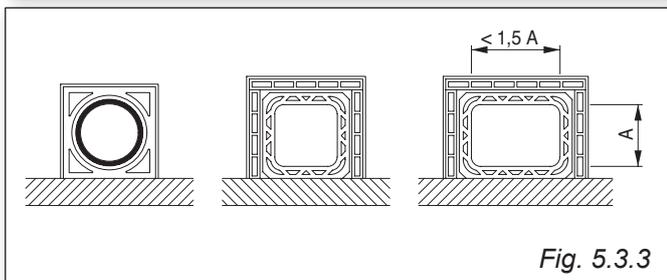
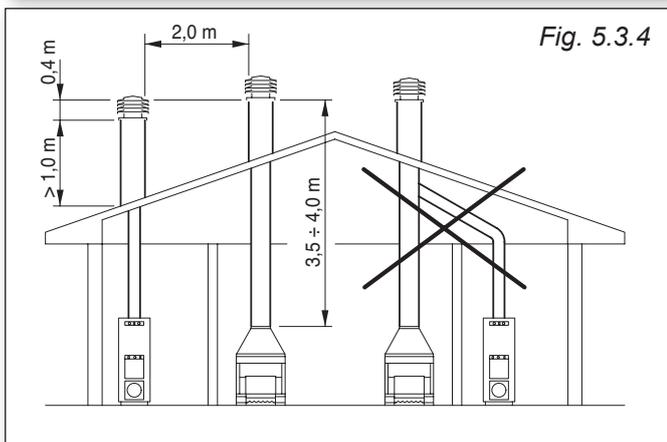

Fig. 5.3.3
Fig. 5.3.4
- Le dimensioni della canna fumaria dovranno essere conformi a quanto riportato nella scheda tecnica. È consigliabile l'uso di canne fumarie coibentate in refrattario o in acciaio inox di sezione circolare, con pareti interne a superficie liscia (Fig. 5.3.3). La sezione della canna fumaria dovrà mantenersi costante per tutta la sua altezza. Si consiglia un'altezza minima di 3,5÷4 m (vedi Fig.5.3.4) in funzione del diametro (vedi caratteristiche tecniche). È opportuno prevedere, sotto l'imbocco del canale da fumo, una camera di raccolta per materiali solidi ed eventuali condense. Le caratteristiche della canna fumaria devono essere conformi a quanto prescritto dalle norme UNI 9615, 9731 e UNI 10683. Canne fumarie FATISCENTI, costruite con materiale non idoneo (fibrocemento, acciaio zincato, ecc... con superficie interna ruvida e porosa) sono fuorilegge e pregiudicano il buon funzionamento del caminetto.
- Per evitare inconvenienti nel tiraggio, ogni Palex dovrà avere una propria canna fumaria indipendente. Nel caso di presenza di più canne fumarie sul tetto è opportuno che le altre si trovino ad almeno 2 metri di distanza e che il comignolo del caminetto **SOVRASTI** gli altri di almeno 40 cm (Fig.5.3.4). Se i comignoli risultano accostati prevedere dei setti divisorii.